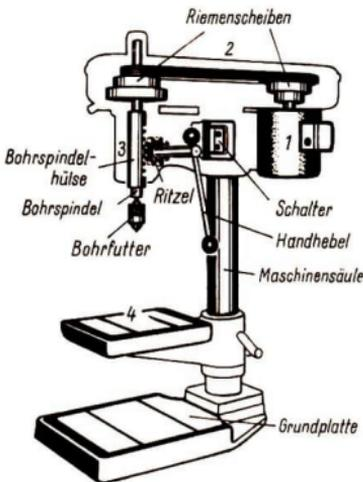

Bild 35 Elektrische Tischbohrmaschine (schematisch)
Die **elektrische Tischbohrmaschine** wird von einem Elektromotor angetrieben. Wie jede Werkzeugmaschine besteht sie aus drei Hauptteilen (Bild 35): dem **Antrieb** (1) (Motor), dem **Übertragungsmechanismus** (2) (Getriebe) und dem **Arbeits-**